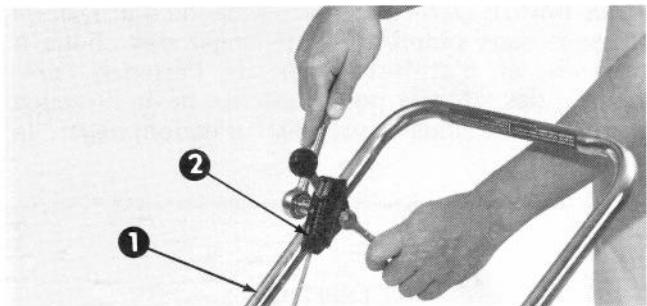

Figure 3
3. Boulonnez la manette de commande des gaz sur la section supérieure du guidon, du côté droit, sur la face interne (Fig. 3).